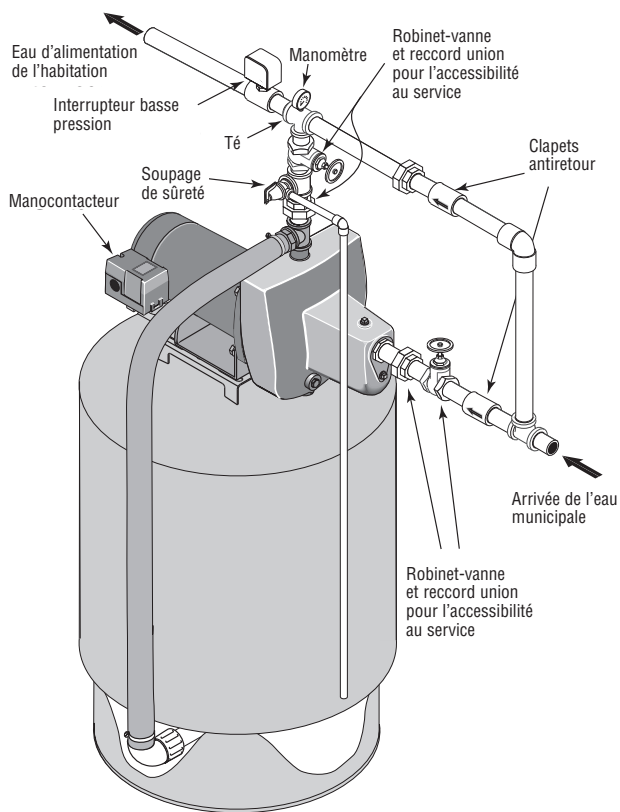

Figure 6: Modèle SNCP42
2. Poser la tuyauterie comme il est illustré (Figures 6 et 7). Ne pas oublier de poser des raccords unions et des robinets d'arrêt de façon à pouvoir déposer le surpresseur pour le réparer sans avoir à interrompre l'alimentation en eau de l'habitation. Il est recommandé de poser un clapet antiretour à ressort avant le système de supression et un interrupteur basse pression après le système de supression (On désirera peut-être aussi remplacer le manocapteur standard par un manocapteur ayant une fonction de coupure basse pression.)